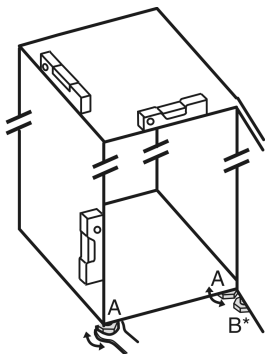

Fig. 5
- Seřizovací nožky Fig. 5 (A) vyšroubujte pomocí příloženého vidlicového klíče a pomocí vodováhy, dokud nebude spotřebič pevně vyrovnaný.
- Seřizovací nožku Fig. 5 (B) na stojanu ložiska vytáchejte pomocí příloženého vidlicového klíče, až dosedne na zem.
- Seřizovací nožku Fig. 5 (B) otáčejte dál o 90°.